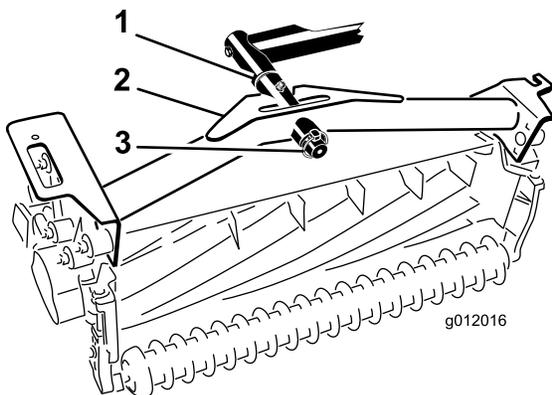

Рисунок 20
2. Наденьте несущую раму режущего блока на ось поворота и закрепите ее с помощью шплинта (Рисунок 20).